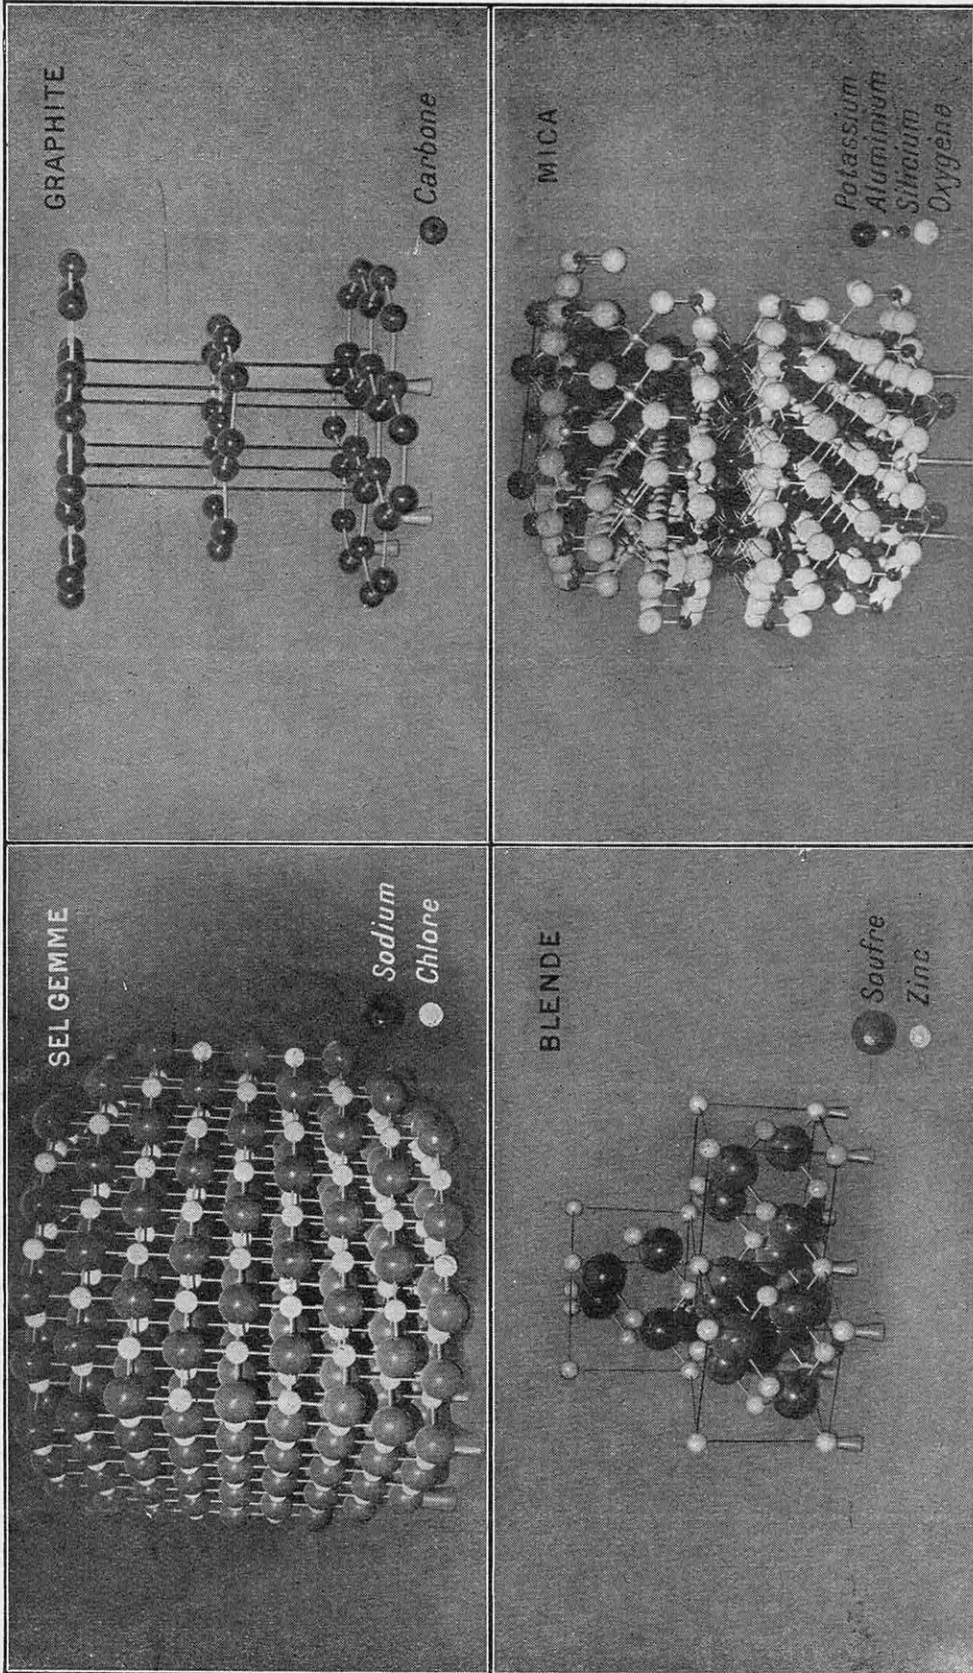

FIG. 8. — L'ARCHITECTURE DES MOLÉCULES A UN GROSSISSEMENT DE 400 MILLIONS
Cette *analyse cristalline* par les rayons X (1) a été effectuée pour tous les cristaux naturels et artificiels ; le *Palais de la Découverte* nous présente toute une série des réseaux cristallins, souvent très complexes (quartz, diamant, graphite, fluorine, calcite, blende, mica...) sous le titre suggestif : « l'architecture du monde à un grossissement de quatre cent millions » (fig. 8). Indépendamment de leurs applications médicales, les rayons X sont un des moyens les plus puissants qui nous permettent d'atteindre l'Univers n° 2,